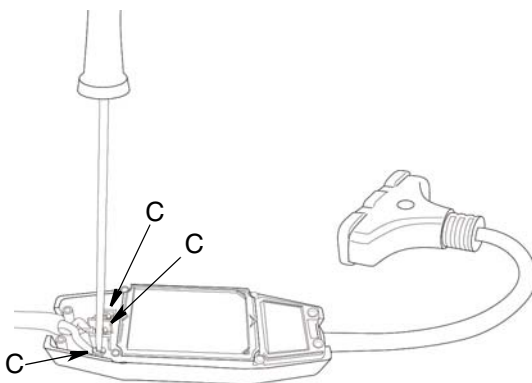

ABB. 13
3. Die drei Kreuzschlitzschrauben Nr. 2 (C) lösen und die schwarzen, weißen und grünen Drähte von den GFCI-Klemmen abziehen (ABB. 13).
2. Grünen Draht des Kabels an grüne Klemme des GFCI-Moduls anschließen. Weißen Draht des Kabels an silberner Klemme anschließen. Schwarzen Draht des Kabels an Messingklemme anschließen. Die drei Kreuzschlitzschrauben Nr. 2 wieder anziehen (C) (ABB. 13).